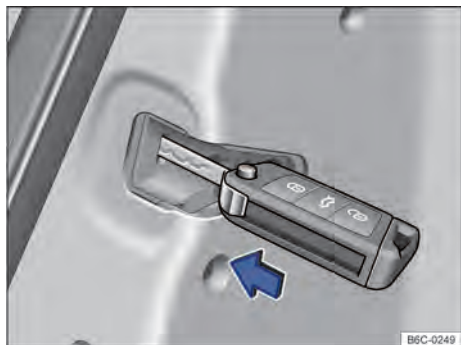

Fig. 60 Nas portas, dianteira direita e traseiras: travamento de emergência do veículo com a haste metálica da chave.
- Inserir a haste metálica da chave na fenda → Fig. 60 e pressionar.